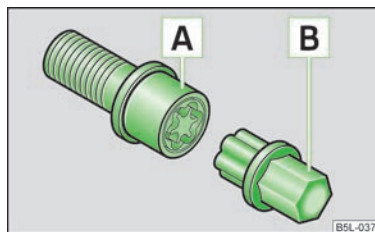

Fig. 112
- Spingere a fondo il lato dentato dell'adattatore  nella dentatura interna del bullone » fig. 112  » fig. 112 in modo tale che da quest'ultimo sporga soltanto l'esagono esterno.